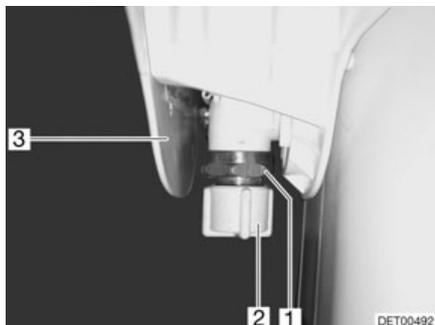

Fig. 266 Válvula del inodoro por vacío
- Quitar la tapa (Fig. 266,3).
- Destornillar el capuchón de cierre (Fig. 266,2).
- Colocar un recipiente apropiado debajo de la válvula (Fig. 266,1).